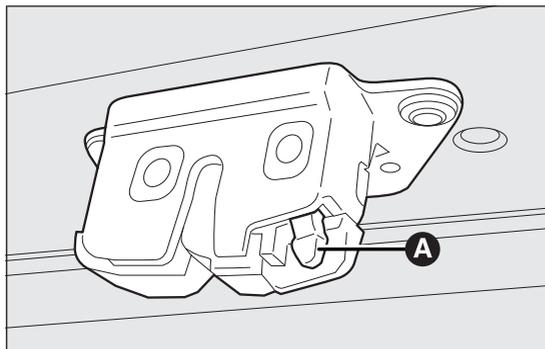

fig. 64
- operando all'interno del bagagliaio, premere sulla levetta A fig. 64 ed aprire il portellone.